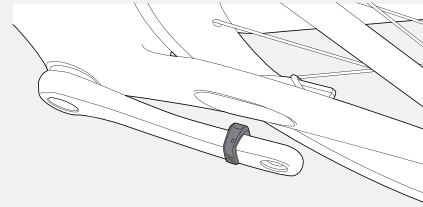

Abbildung 30. Trittfrequenzmagnet auf Tretkurbel.
2. Schieben Sie den Trittfrequenzmagnet (Abbildung 30) so auf die Tretkurbel, dass er nach innen zeigt.